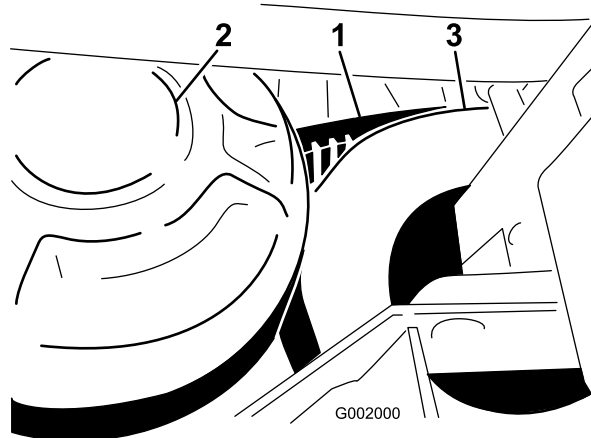

図 61
1. 二次クラッチを回しながら二次クラッチ部分でベルトを外す（図 61）。